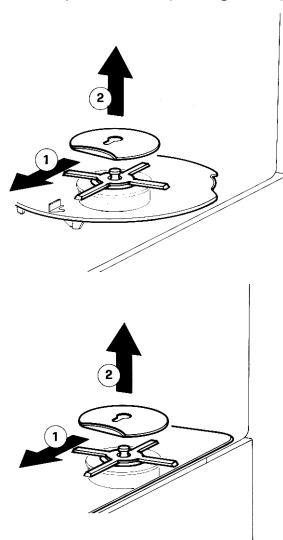

figura 1
- 2 - Desenganchar (1) y sacar (2) la placa de enganche tapa bomba (ver figura 1) .